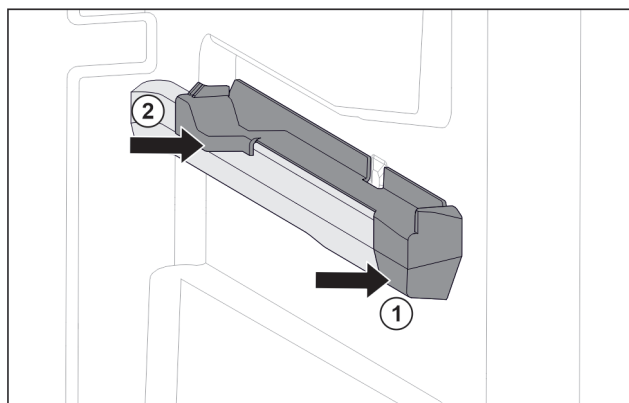

Fig. 32 Násuvný diel na pravom rebro nádoby
- Nasadte násuvný diel vpredu na rebro nádoby. Fig. 32 (1)
- Pritlačte násuvný diel vzadu. Fig. 32 (2)